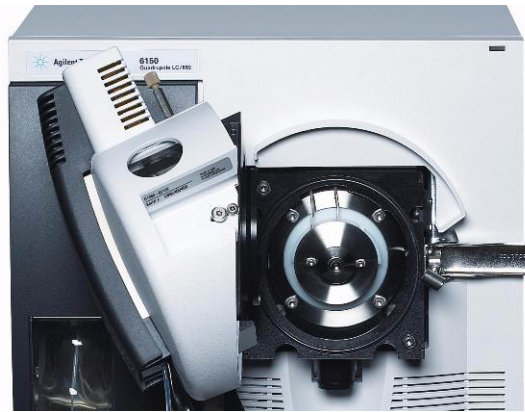

Abbildung 14 Geöffnete Elektrospray-Sprühkammer mit Agilent Jet Stream-Technologie
- 4 Öffnen Sie die Sprühkammer (Abbildung 14).